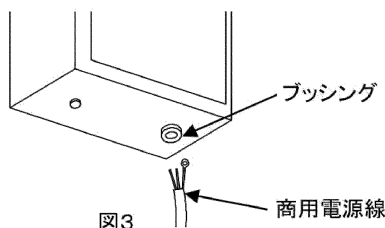
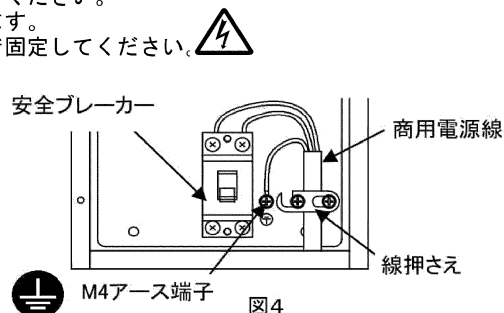

図3
図4
- (1) 制御部蓋の開閉ビスを緩め、制御部蓋を開いてください。
- (2) 制御部本体下面のプッシングから商用電源線を通し、安全ブレーカーの上側に接続してください。(図3、図4)
- (3) アース線を制御部本体のアース端子に接地してください。
- (4) 商用電源線に張力がかからないよう線押さえで固定してください。